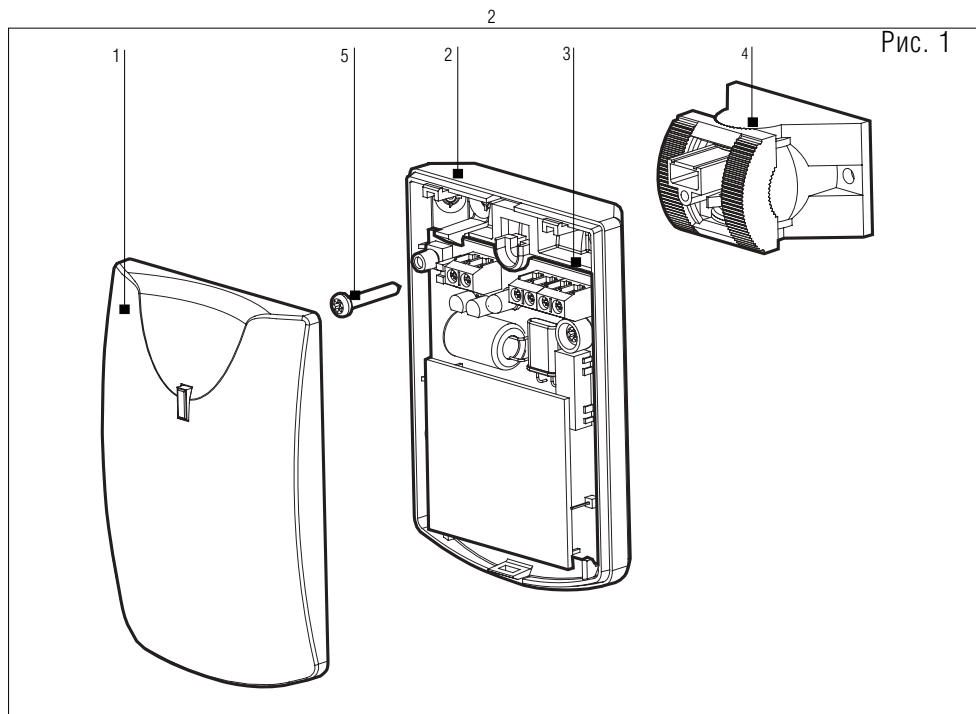
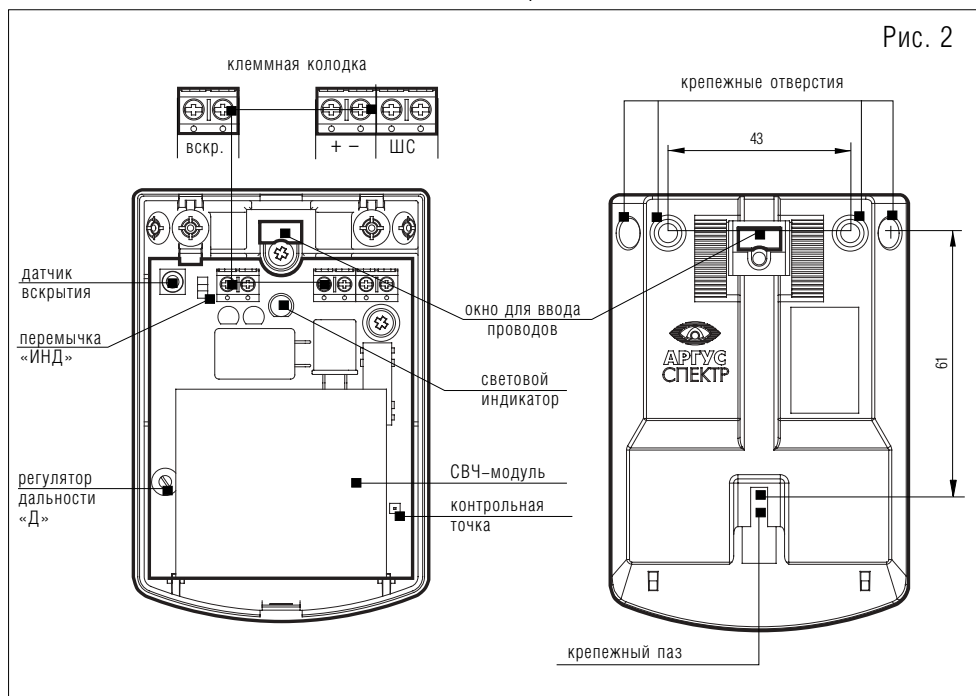

Рис. 1
Рис. 2
Извещатель (рис. 1) состоит из:
На основании корпуса размещены крепежные отверстия и окно для ввода проводов (рис. 2).
- Снять крышку 1 (рис. 1) по схеме на рис. 3;
- В основании 2 (рис. 1) вскрыть крепежные отверстия (рис. 2) в соответствии с позицией установки: в углу или на стене (в последнем случае для крепления применяется помимо крепежных отверстий и крепежный паз рис. 2).
- Подготовить отверстия под крепеж на стене, ввести провода питания и шлейфов в окно (рис. 2).
- Снять крышку 1 (рис. 1) по схеме на рис. 3.
- Провести провода питания и шлейфов через кронштейн и установить его на стене, затем через окно в основании (рис. 2) провести эти провода в прибор (рис. 7).
- Шурупом 5 закрепить основание 2 (рис. 1) на кронштейне и зафиксировать направление в горизонтальных и вертикальных плоскостях (рис. 7).
4. Для регулировки зоны обнаружения использовать регулятор дальности «Д» (рис. 2).